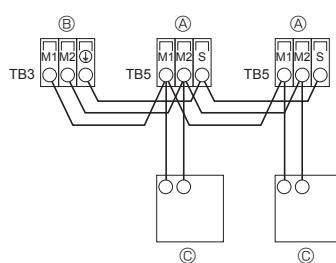

Fig. 7-3
7.4. Ligação dos cabos de transmissão do controlo remoto e das unidades interior e exterior (Fig. 7-3)
① Controlo remoto MA
② Cabo de controlo remoto MA (ACESSÓRIO ⑨)
② Controlo remoto M-NET